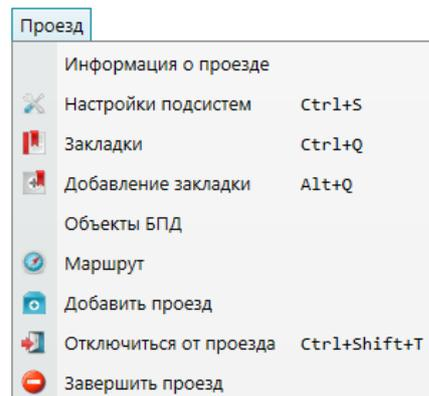

Рисунок 21 – Меню «Проезд»
4.4.1 Необходимо выбрать пункт меню «Проезд → «Завершить проезд» (Рисунок 21).